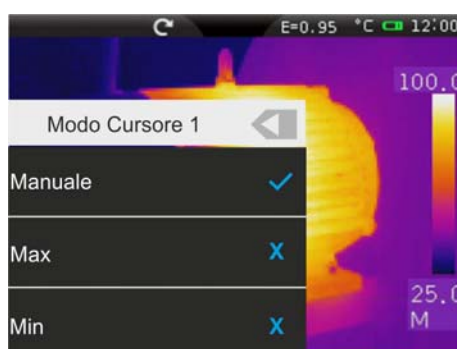

Fig. 22: Modi di misura associati ai cursori
2. Toccare l'icona  per selezionare i modi associabili ad ogni cursore (vedere Fig. 22) . Sono disponibili le seguenti opzioni mutuamente esclusive: **Manuale** (cursore liberamente gestito dall'utente), **Max** (cursore associato al punto più caldo dell'immagine), **Min** (cursore associato al punto più freddo dell'immagine). La selezione è individuata dall'icona  a display